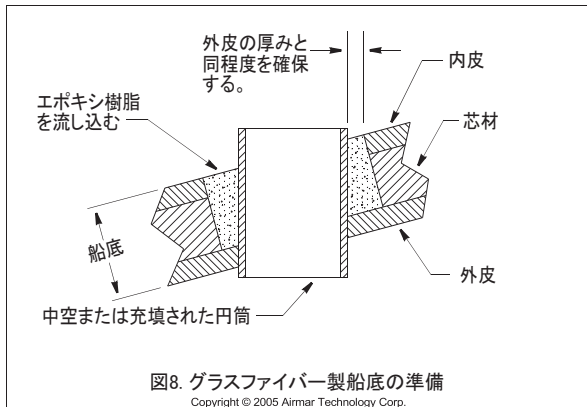

図8. グラスファイバー製船底の準備
1. 船底の内側からドリルを使って、3mm または 1/8" の穴を開けます (図 8 参照)。肋材や支柱などが装備位置の付近にある場合は、船底の外側から穴を開けてください。間違った場所に穴を開けてしまった場合は、より良い場所に新たな穴を開けます。間違った穴には、船底の外側からマスキングテープを貼り付けて、エポキシ樹脂を流し込みます。